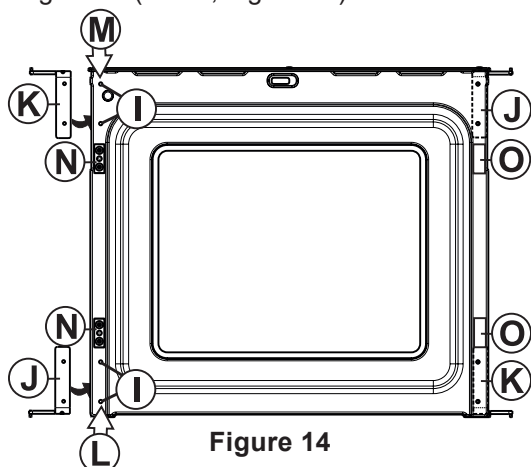

Figure 14
- 3.3.5. Enlevez les 4 bouchons (Voir **I**, Figure 14) situés du côté gauche de la partie interne de la porte. Conservez-les pour l'étape 6.3.11.
- 3.3.6. Enlevez les 2 bouchons (Voir **O**, Figure 14) situés du côté droit la partie interne de la porte. Conservez-les pour l'étape 6.3.8.
- 3.3.7. Enlevez les 2 tenons (Voir **N**, Figure 14) situés du côté gauche de la partie interne de la porte et installez-les de l'autre côté (Voir **O**, Figure 14).
- 3.3.8. Installez les 2 bouchons, enlevés à l'étape 3.3.6, de l'autre côté de la partie interne de la porte (Voir **N**, Figure 14).
- 3.3.9. Dévissez la charnière située en bas à droite de la partie interne de la porte et installez-la en haut à gauche (Voir **K**, Figure 14).
- 3.3.10. Dévissez la charnière située en haut à droite de la partie interne de la porte et installez-la en bas à gauche (Voir **J**, Figure 14).